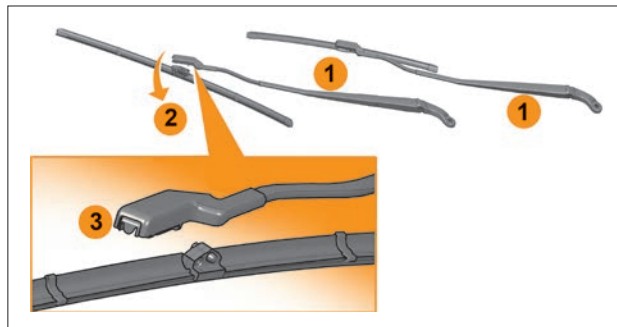

Рис. 8. Щетки стеклоочистителей
Рис. 8в. Микрофон MMC LADA EnjoY Pro
Перед солнцезащитным козырьком водителя расположен микрофон **1** (рис. 8в) MMC LADA EnjoY Pro. MMC LADA EnjoY Pro имеет возможность подключения USB-накопителя. USB-разъем **1** (рис. 8г) для подключения USB-накопителя расположен на облицовке тоннеля пола. Данный USB-разъем может быть использован и для зарядки аккумуляторов внешних периферийных устройств (планшетный компьютер, смартфон) с номинальным напряжением 5 вольт (V) и номинальным током нагрузки не более 2,1 ампер (A). Для подключения заряжаемого устройства должен быть использован разъем USB, тип A.
В вещевом ящике расположен USB-разъем **1** (рис. 8д) MMC LADA EnjoY Pro для подключения USB-модема. USB-модем входит в список аксессуаров LADA. За подробной информацией обращайтесь к дилеру LADA.
Рис. 8г. USB-разъем для подключения USB-накопителя (в варианном исполнении)
Рис. 8д. USB-разъем MMC LADA EnjoY Pro для подключения USB-модема (в варианном исполнении)